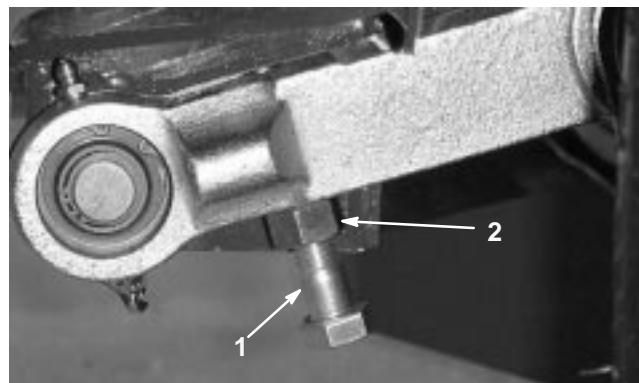

Bild 21
- Sie können den Abstand mit der Einstellschraube am hinteren Gelenkverbindungsteil des Mähwerks einstellen (Bild 21). Lösen Sie die Klemmmutter an der Einstellschraube. Lösen oder ziehen Sie die Einstellschrauben an, bis ein Abstand von 13 ± 3 mm erreicht ist. Ziehen Sie dann die Klemmmutter fest.